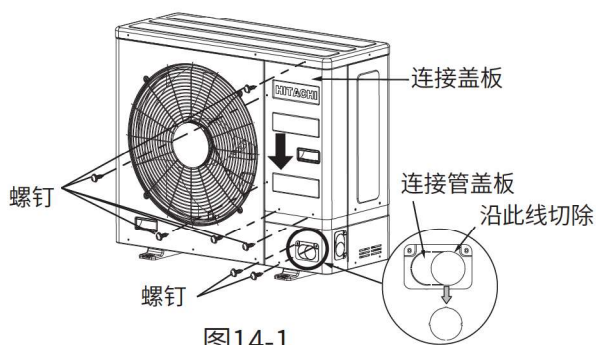

图14-1
- 由于本室外机的截止阀的机器的内部，所以安装室内机连接管时必须将连接盖板拆下。如图14-1，拆下固定“连接盖板”的5处螺钉，将“连接盖板”向下再向外拆除。
- 根据室内机连接管安装方向，从本室外机正面，右面拆下相应的“连接管盖板”；图14-1，图14-2为室内外接管从前面安装的情况。
- 将固定连接管盖板的2处螺钉拆除，再将连接管盖板的中间部分切除，如图14-1。之后将连接盖板再安装到机器上。(如图14-2)